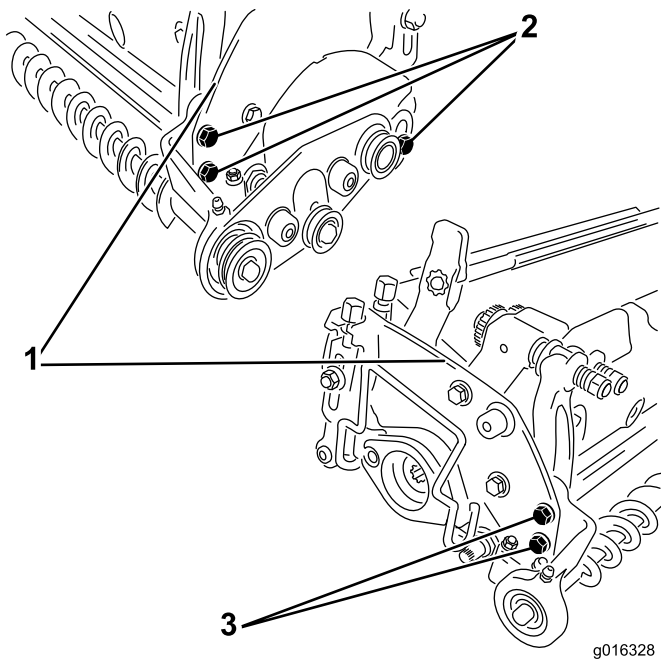

Figura 10
A. Afloje los pernos que sujetan los soportes del cepillo a las chapas laterales de la unidad de corte; ver Figura 10.